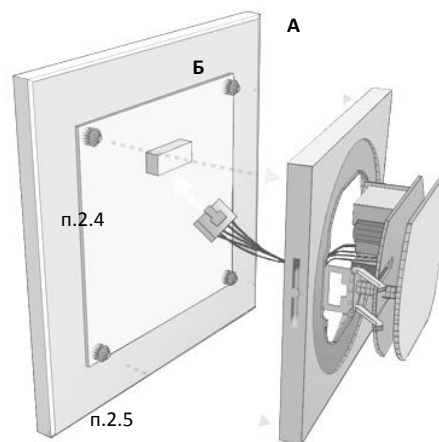

Рис. 1 Состав (А, Б) и порядок сборки (п. 2.4 и п.2.5) Q600D SL.
2.4 Сориентируйте и сомкните ответные части разъема шлейфа интерфейсного блока и сенсорной панели (см. рис. 1). Требуемый режим работы Q600D SL задает съемный джампер, расположенный в интерфейсном блоке (см. пункт 3). Снятие и установка джампера должны выполняться только при отключенном напряжении питающей сети.
2.5 Сориентируйте сенсорную панель разъемом вверх и присоедините к интерфейсному блоку, обеспечивая ее равномерный прижим до защелкивания в замках (см. рис. 1).